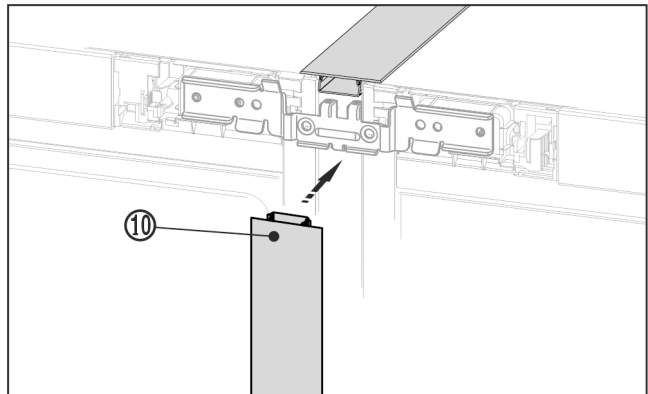

Fig. 23
- ▶ Nyomja az első oldalon a hosszú fedőlécet Fig. 23 (10) a függőleges nyílásba. Ügyeljen arra, hogy a lécc az összekötő lemezen álljon.